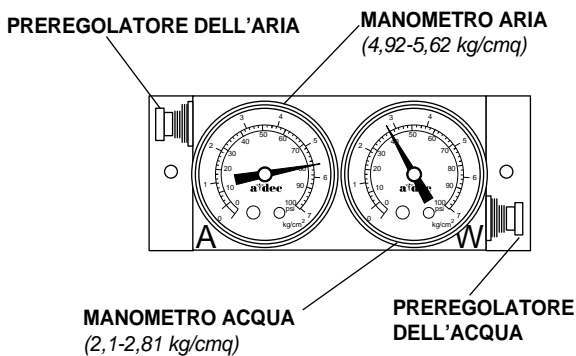

Figura 19. Regolazione della pressione dell'aria e dell'acqua
5. Se è necessario regolare la pressione dell'aria o dell'acqua, ruotare la manopola del rispettivo preregolatore (vedere la Figura 19).